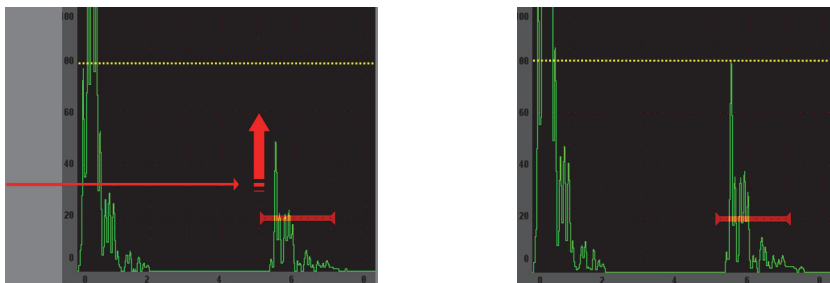

图 2-9 自动 XX% 功能
- 按下 **[2ND F], (AUTO XX%)**（第二功能，自动 XX%）键会激活自动 XX% 功能，从而使仪器自动调整增益，将闸门内回波的波幅调整到 XX% 满屏高（默认值为 80 %）（参见第 37 页的图 2-9）。